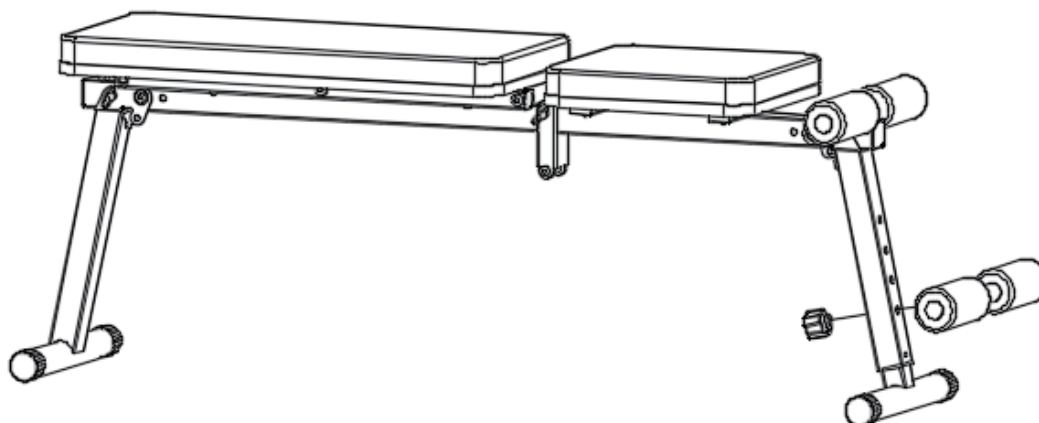

Figure 5
1. Prenez (3) l'ensemble de jambe crochet et dévissez d'abord le bouton en forme de fleur de prunier ;
2. Après avoir ajusté l'assemblage du tube télescopique vers le haut et vers le bas pour qu'il soit concentrique avec le trou du tube de la bride avant, insérez la vis de l'assemblage du tube de jambe crochet, comme indiqué par la cinquième flèche de la figure 5, et serrez le bouton de la fleur de prunier arrière pour le fixer.